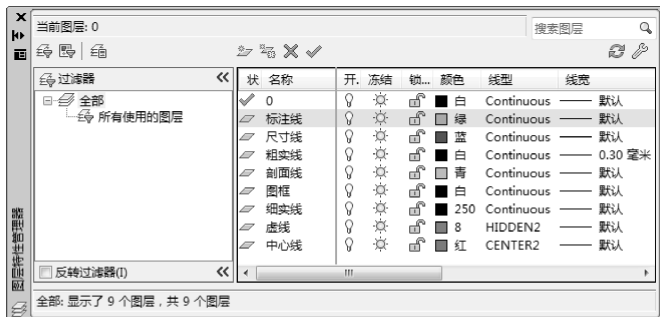

图 2-51 创建图层练习
- 10) 利用本章所学内容，创建如图 2-51 所示的图层并进行设置。